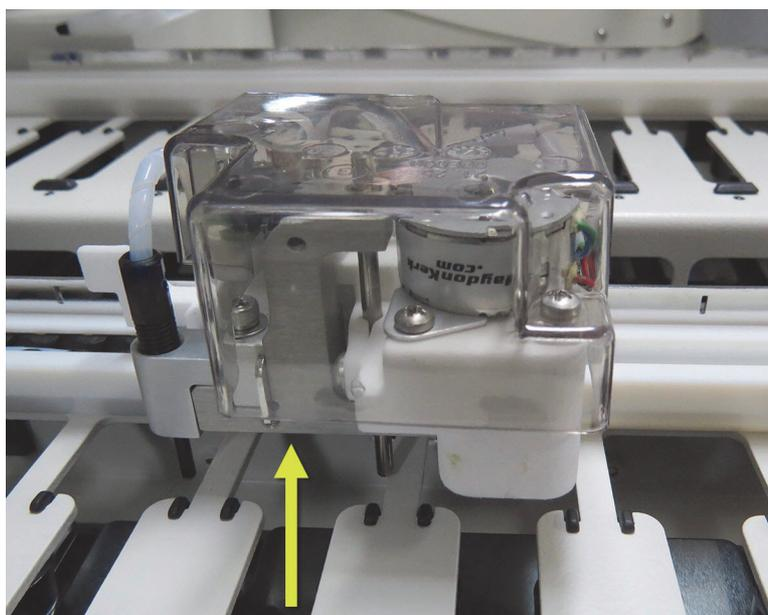

Figure 22 : Soulevez le bloc de distribution indiqué et poussez le robot à liquide en vrac le long du rail de guidage de l'ensemble de coloration de lames
2. Soulevez doucement le bloc de distribution du robot à liquide en vrac (voir Figure 22) jusqu'à ce que la sonde soit dégagée du capot de la plaque supérieure.